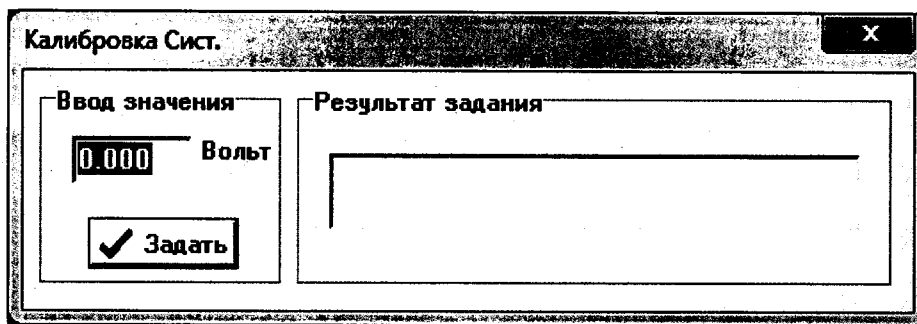

Рисунок 3 – Окно ввода напряжения
7.2.5.3 В появившемся окне (рисунок 3) введите по порядку значения напряжений в соответствии с таблицей 3. После ввода каждого значения напряжения нажимайте кнопку «Задать». Занесите в таблицу 3 напряжение, измеренное вольтметром, и напряжение, измеренное тестером. Вычислите разность показаний тестера и вольтметра и результат занесите в таблицу 3. Тестер считается прошедшим проверку, если разность не выходит за пределы допусаемого отклонения.